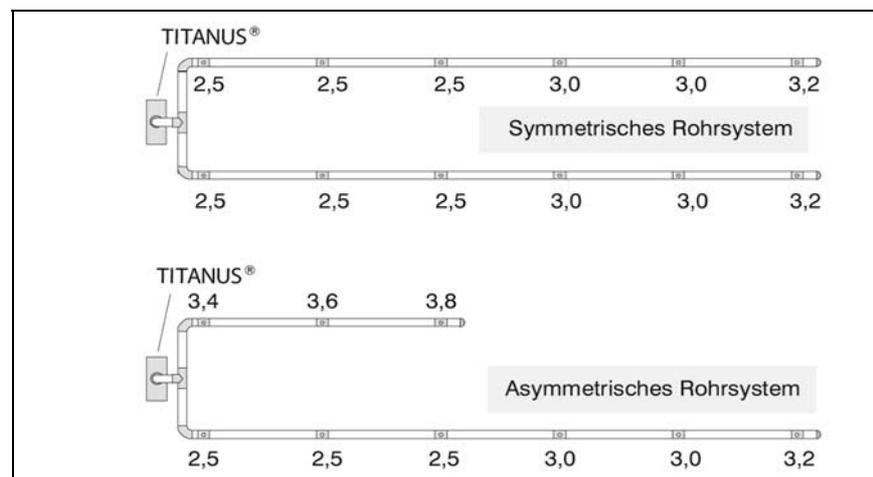

Abb. 4.1: Beispiel für ein symmetrisches und ein asymmetrisches U-Rohrsystem
**asymmetrischer Aufbau** Muss das Rohrsystem aufgrund baulicher Gegebenheiten asymmetrisch ausgelegt werden (siehe Abb. 4.1), gelten folgende Bedingungen:
Abb. 4.1 zeigt beispielhaft ein U-Rohrsystem mit 3 bzw. 6 Ansaugöffnungen und den entsprechend Kapitel 4.6.2 "Standard-Projektierung" berechneten Durchmessern der Rauchansaugöffnungen.